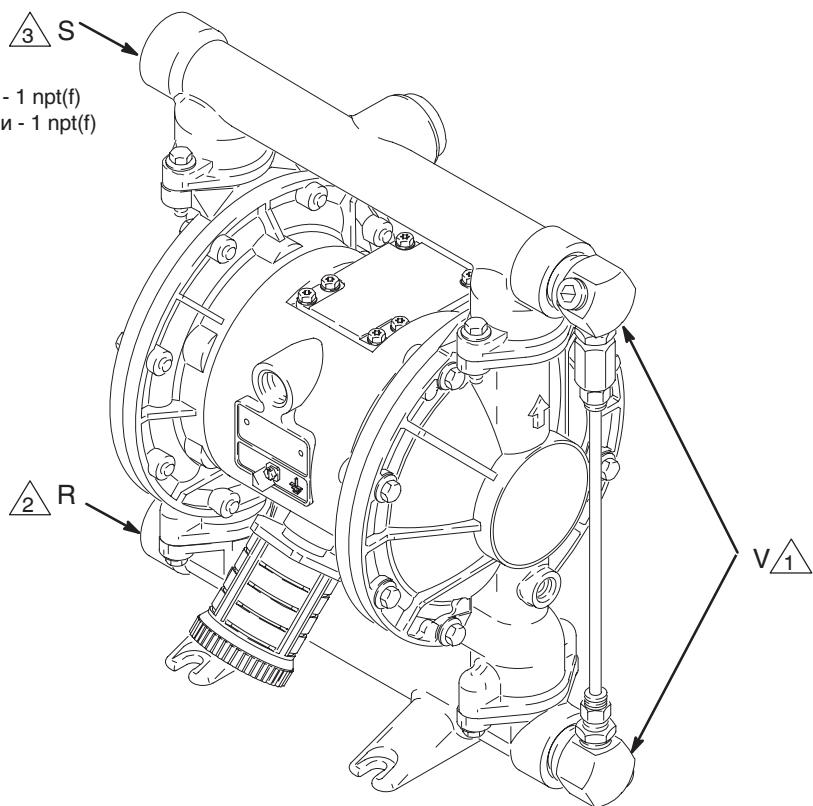

Рис. 7
Можно приобрести комплект 235409 (V) для сброса давления для насосов из алюминия, чтобы не допустить избыточного давления, повреждения насоса или разрыва шланга. См. рис. 7. К комплекту прилагаются инструкции.